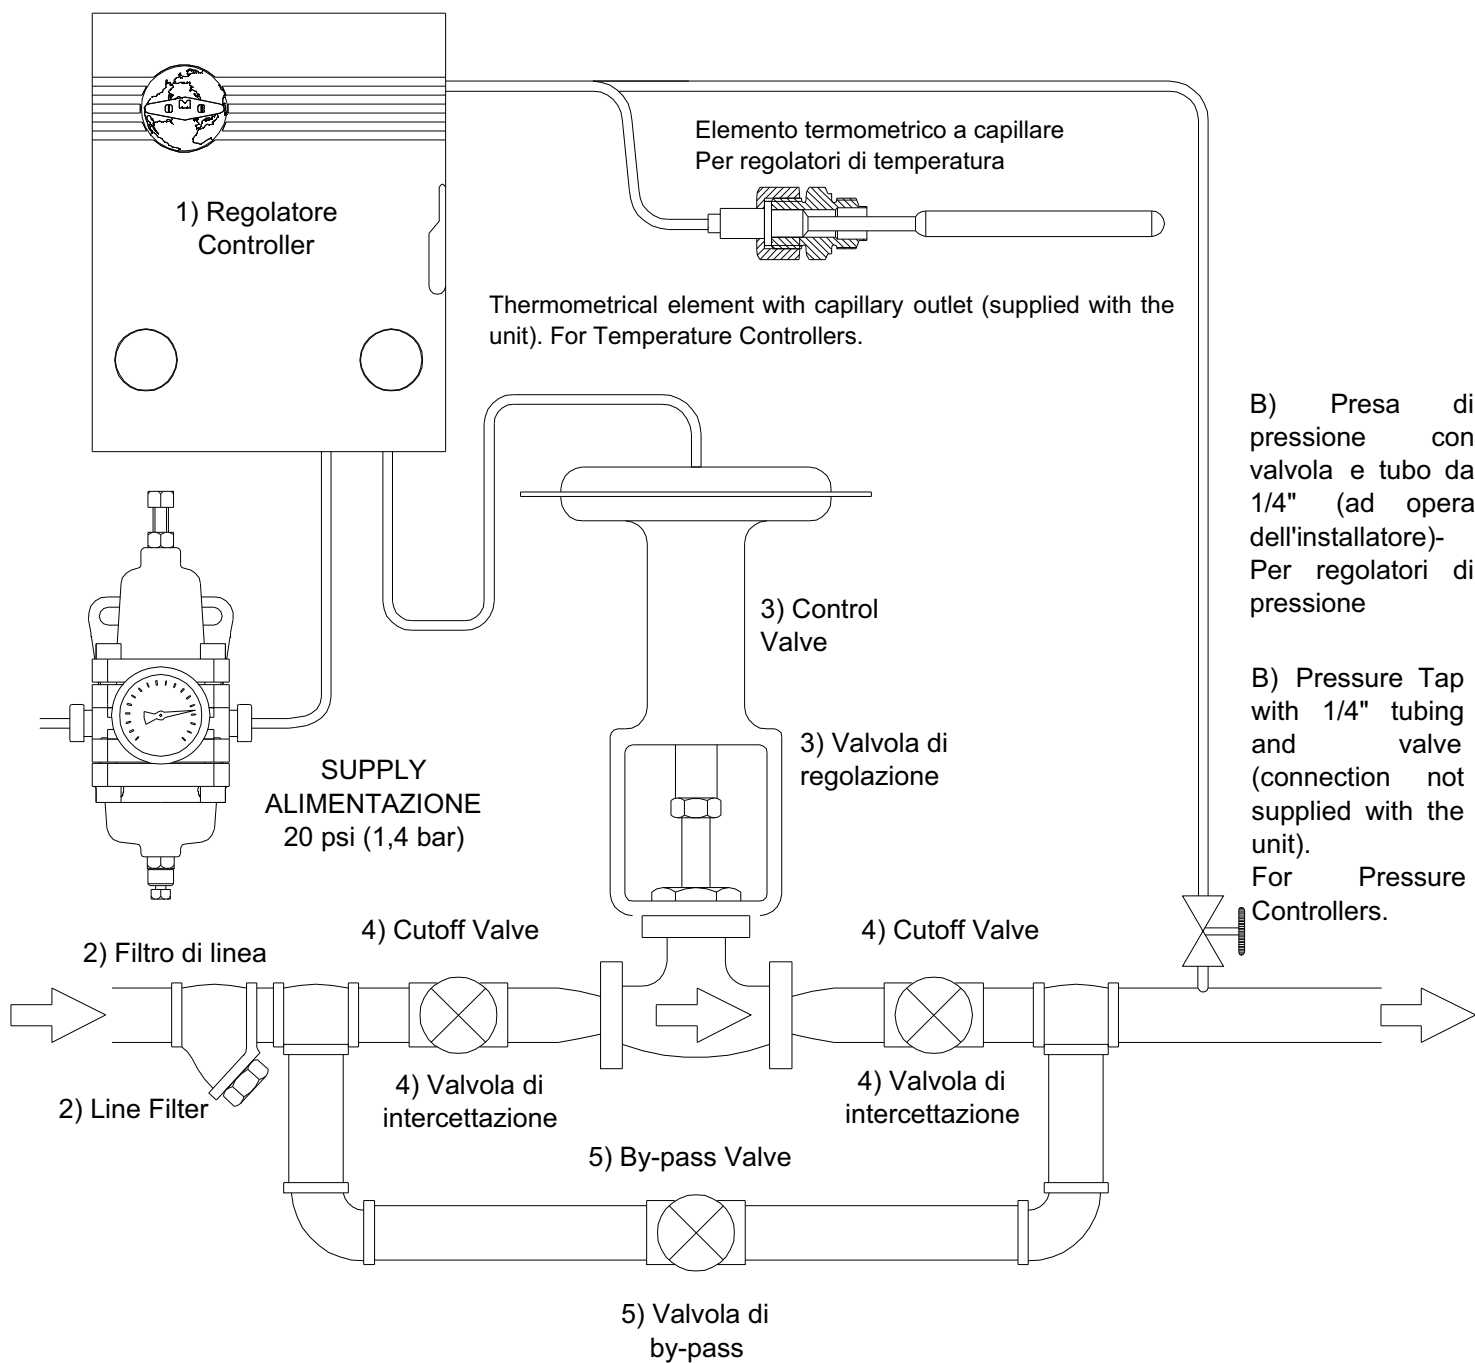

Fig. 10.2.1 "COLLEGAMENTO ALLA VALVOLA DI REGOLAZIONE"
## 10.2. COLLEGAMENTO ALLA VALVOLA DI REGOLAZIONE (Fig. 10.2.1)
## 10.2. PNEUMATIC CONTROL VALVE INSTALLATION (Fig. 10.2.1)
**C** - Aprire completamente le valvole d'intercettazione situate a monte e a valle della valvola di regolazione, accertandosi che la valvola di by-pass sia chiusa vedi (Fig. 10.2.1)
**C** - Ruotare la banda proporzionale (10) al 0% accertandosi che l'azione dello strumento sia quella richiesta (DIRECT = segnale di uscita direttamente proporzionale alla variabile regolata ; REVERSE = segnale di uscita inversamente proporzionale alla variabile regolata).
**D** - Se la valvola di regolazione (3) è dotata di by-pass (5), controllare che quest'ultima sia ben chiusa e che la valvola d' intercettazione a valle (4) sia completamente aperta (vedi Fig.10.2.1).
**E** - Aprire lentamente e completamente la valvola d'intercettazione a monte della valvola di regolazione (4.Fig. 10.2.1).
**A** - Turn the selector on manual (M).
**C** - Completely open the cutoff valves situated upstream and downstream to the control valve. Make sure that the bypass valve is closed (see Fig. 10.2.1).
**E** - Turn the selector on automatic (A).
**C** - Rotate the knob (10) to adjust the proportional band to a 0% width and check the selected action of the instrument (DIRECT= the output signal increases as the variable increases; REVERSE= the output signal increases as the variable decreases).
**D** - Make sure that the bypass valve (5) supplied with the pneumatic valve (3) is completely closed and that the downstream cutoff valve (4) is fully open (see Fig.10.2.1).
**E** - Open the cutoff valve (4) situated upstream to the pneumatic valve slowly and completely (see Fig. 10.2.1).
**C** - Ruotare la banda proporzionale (10) al 20% accertandosi che l'azione dello strumento sia quella richiesta (DIRECT = segnale di uscita direttamente proporzionale alla variabile regolata ; REVERSE = segnale di uscita inversamente proporzionale alla variabile regolata).
**E** - Aprire lentamente e completamente la valvola d'intercettazione a monte della valvola di regolazione ( 4 Fig. 10.2.1).
**H** - Avviene generalmente che la penna scrivente non coincida perfettamente con l'indice rosso del valore desiderato. Per eliminare lo scostamento ruotare leggermente le ghiera di riassetto manuale (14).
**C** - Rotate the knob (10) to adjust the proportional band to a 20% width and check the selected action of the instrument (DIRECT= the output signal increases as the variable increases; REVERSE= the output signal increases as the variable decreases).
**D** - Make sure that the bypass valve (5) supplied with the pneumatic valve (3) is completely closed and that the downstream cutoff valve (4) is full open (see Fig. 10.2.1).
**H** - The writing pen may not coincide with the red indicator at the setpoint. To eliminate the difference, slightly turn the manual reset knob (14).
**C** - Use the set point knob (25) to adjust the red indicator (22) to the setpoint.
**D** - Rotate the knob (10) to adjust the proportional band to a 20% width and check the selected action of the instrument (DIRECT= the output signal increases as the variable increases; REVERSE= the output signal increases as the variable decreases).
**E** - Make sure that the bypass valve (5) supplied with the pneumatic valve (3) is completely closed and that the downstream cutoff valve (4) is fully open (see Fig.10.2.1).
**E** - Se la valvola di regolazione (3) è dotata di by-pass (5), controllare che quest'ultima sia ben chiusa e che la valvola d' intercettazione a valle (4) sia completamente aperta (vedi Fig.10.2.1).
**F** - Aprire lentamente e completamente la valvola d'intercettazione a monte della valvola di regolazione (4) (Fig. 10.2.1).
**I** - Avviene generalmente che la penna scrivente non coincida perfettamente con l'indice rosso del valore desiderato. Per eliminare lo scostamento aprire gradualmente la valvola (48) dell'azione integrale sino alla sovrapposizione degli indici e provocare artificialmente un disturbo, spostando rapidamente l'indice rosso di Set-Point, se la penna scrivente inizia a pendolare chiudere lentamente la valvola (48) sino allo smorzamento della pendolazione e alla sovrapposizione dei due indici. Provocare nuovamente un disturbo e verificare la pendolazione dell'indice nero, se necessario agire nuovamente sulla valvola (48) e ripetere il controllo.
**D** - Agendo nuovamente sulla manopola di "Set-Point" (25), posizionare l'indice rosso (22) del regolatore sul valore desiderato.
**E** - Ruotare la banda proporzionale (10) al 20% accertandosi che l'azione dello strumento sia quella richiesta (DIRECT = segnale di uscita direttamente proporzionale alla variabile regolata ; REVERSE = segnale di uscita inversamente proporzionale alla variabile regolata).
**F** - Open the cutoff valve (4) situated upstream to the pneumatic valve slowly and completely (see Fig. 10.2.1).
**I** - The writing pen may not coincide with the red indicator at the setpoint. To eliminate the difference, gradually open the integral action valve until the indicators coincide and initiate a deliberate disruption by rapidly moving the red indicator from the setpoint. If the writing pen starts fluctuating, slowly close the valve (48) until stability is restored and the indicators coincide. Initiate a new disruption and check the fluctuation of the black indicator. Turn the knob (48) again, if necessary.
**D** - Use the set point knob (25) to adjust the red indicator (22) to the setpoint.
**E** - Rotate the knob (10) to adjust the proportional band to a 20% width and check the selected action of the instrument (DIRECT= the output signal increases as the variable increases; REVERSE= the output signal increases as the variable decreases).